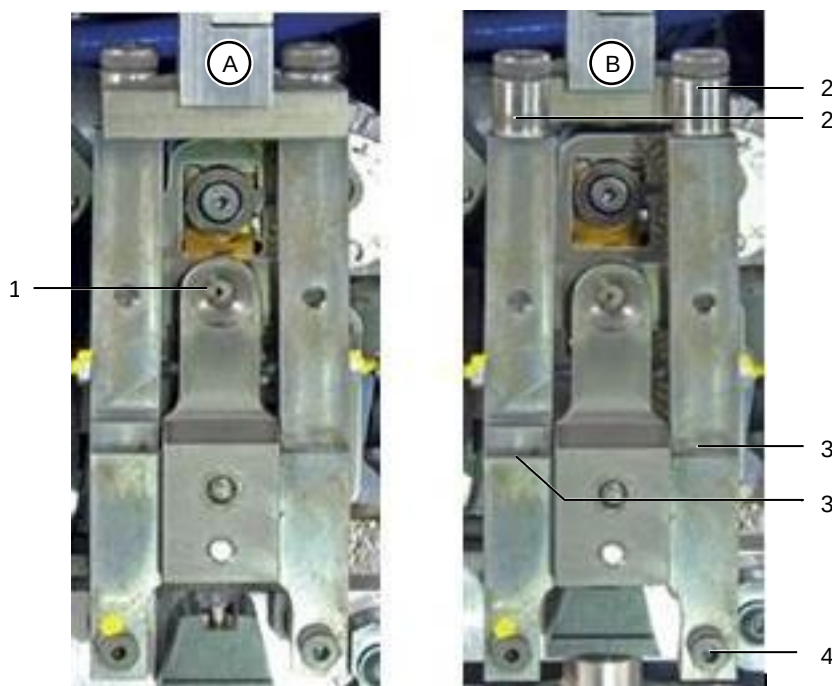

Fig. 23: Lederfikseringsenhet i driftsposisjon (A) og trukket framover (B)
- Rengjør innføringstrakten (fig. 23, pos. 1) med en kost.
- Trekk lederfikseringsenheten framover (fig. 23, pos. B).
- Kontroller om løperullene (fig. 23, pos. 2) er lettgående.
- Smør dreiepunktene (fig. 23, pos. 3) til lederfikseringsenheten.
- Kontroller at lederfikseringsenheten står i fremre posisjon (fig. 23, pos. B).
- Fjern den høyre nederste skruen til lederfikseringsenheten (fig. 23, pos. 4).